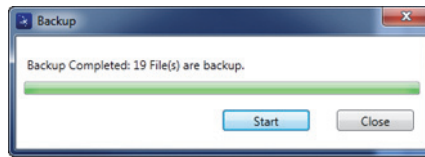

Figura 6-32 Caixa de diálogo backup (Close)
6. Quando o processo de backup estiver concluído, clique em **Close** (veja Figura 6-32 na página 337).